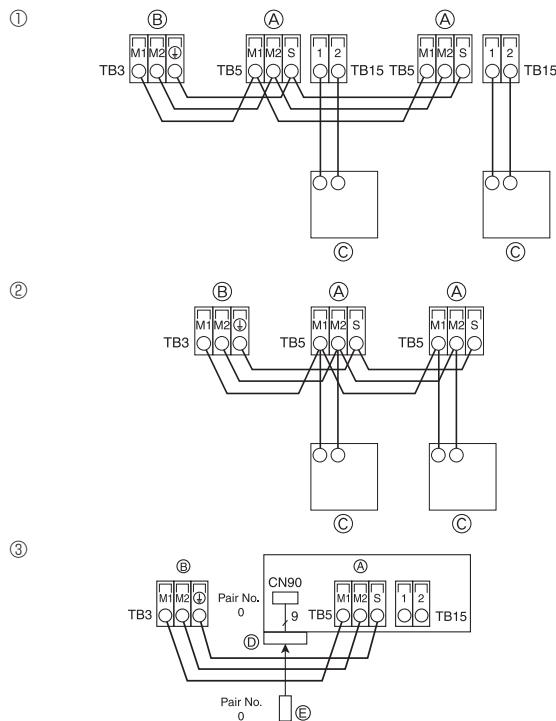

Fig. 4-8
4.4. Collegamento del comando a distanza e dei cavi di trasmissione delle sezioni interne ed esterne (Fig. 4-8)
① Comando a distanza MA
- ② Comando a distanza in rete**
- ③ Telecomando senza fili** (se si installa il ricevitore di segnale wireless)